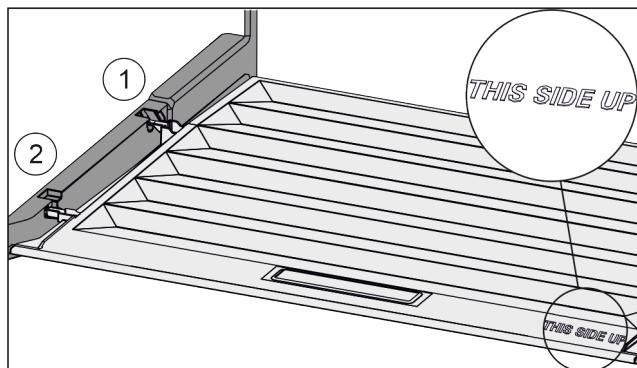

Fig. 98
- ▶ Вставить поперечные ребра крышки через отверстие заднего держателя *Fig. 98 (1)* и защелкнуть спереди в держателе *Fig. 98 (2)*.